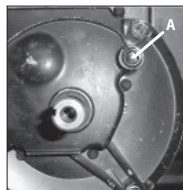

Рис. 6
3. Когда двигатель остынет, открутите крышку слива масла А на Рис. 6 и слейте масло в подходящее для этого емкость;